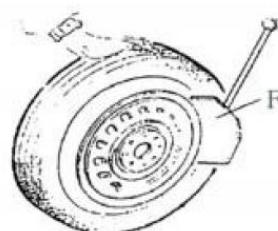

Рис. 5
Поместите шину между лопатой разбортировочного устройства (F) и прижимным фиксатором шины (Рис.5). Затем нажмите педаль отжима (U) шины, чтобы отделить диск от шины. Повторите ту же операцию с другими частями шины, чтобы полностью отделить шину от диска.